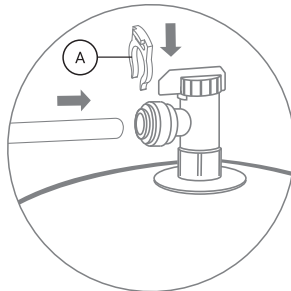

Рис. 16
- Подключите свободный конец синей трубки 1/4", идущей от фитинга-тройника угольного постфилтра к вентилю накопительного бака: вставьте пластиковую трубку в вентиль до упора (рис. 16), для герметизации соединения приложите дополнительное усилие, при этом трубка утопится еще примерно на 3 мм и будет плотно обжата резиновым кольцом фитинга. Установите стопорную клипсу (А) из комплекта поставки.